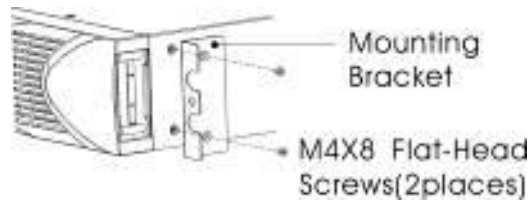

Figura 3 - Installazione delle staffe di montaggio
- i) Allineare le staffe di montaggio con i fori delle viti su ciascun lato dell'UPS e fissarle con le viti a testa piatta M4x8 in dotazione (vedere Figura 3)